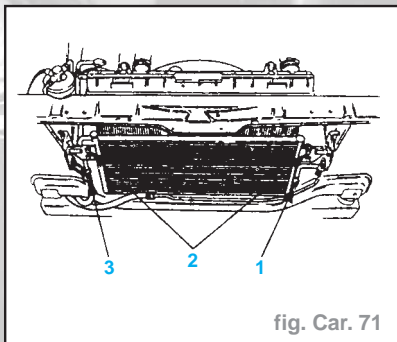

fig. Car. 71
- Défaire les raccords de conduite de frigorigène (1) et (3) - joints toriques (fig. Car. 71).
- Déposer le condensateur - vis (2).